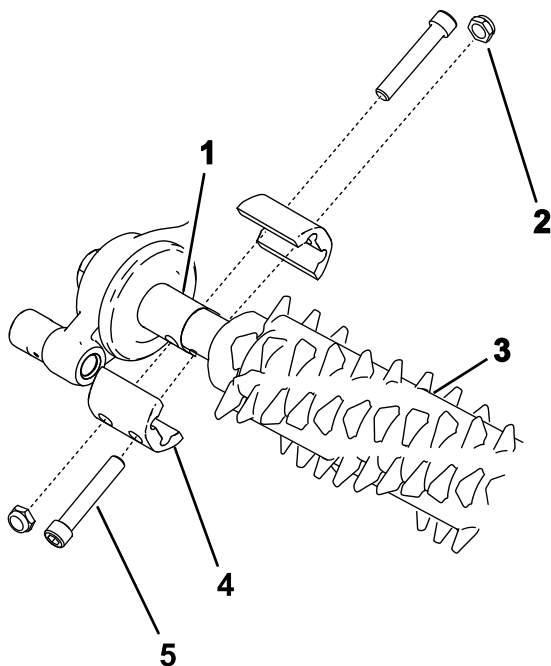

Рисунок 17
- Соедините уборочный барабан с блоком привода механической щетки и натяжным роликом в сборе (Рисунок 17).
- Прикрепите механическую щетку к машине, как показано на Рисунок 17, и затяните болты.